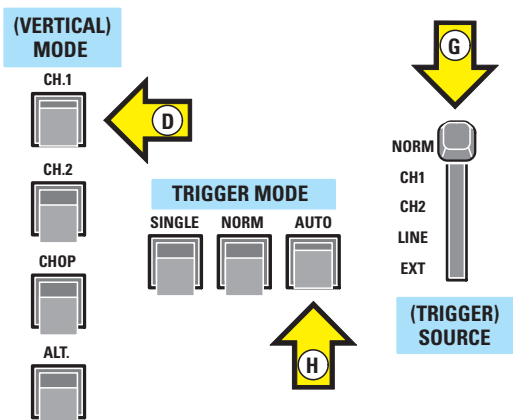

Figure 3 : Pressez en Vertical Mode le poussoir CH1, en Trigger Mode le poussoir AUTO et mettez le levier du Trigger Source sur Normal (flèche G).
- puisque on utilise normalement pour ces mesures l'entrée CH1, pressez dans le Vertical Mode le poussoir indiqué par la flèche jaune D (voir figure 3),
- placer le sélecteur du Trigger Source sur Norm (Normal), comme l'indique la flèche jaune G visible figure 3,
- presser le poussoir Auto du sélecteur Trigger Mode (voir flèche jaune H figure 3), sur certains oscilloscopes il s'agit d'un sélecteur rotatif ou à levier,